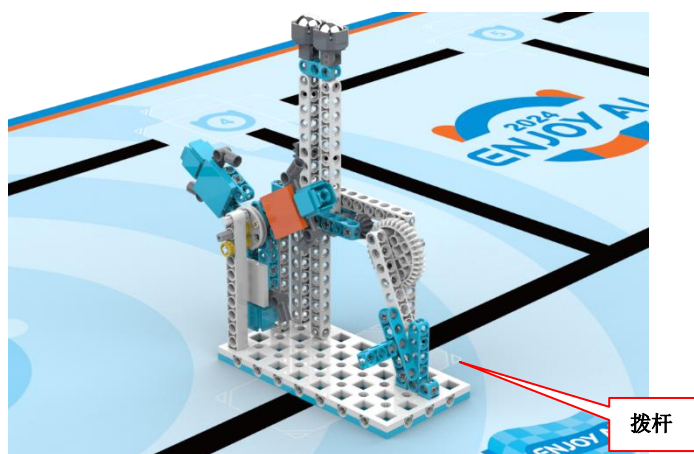

图 16 初始状态
3.8.1 场地某个任务区固定一个下一届展示区，上面有三个演员，分别穿有橙、白、蓝三种颜色的衣服，如图 16。